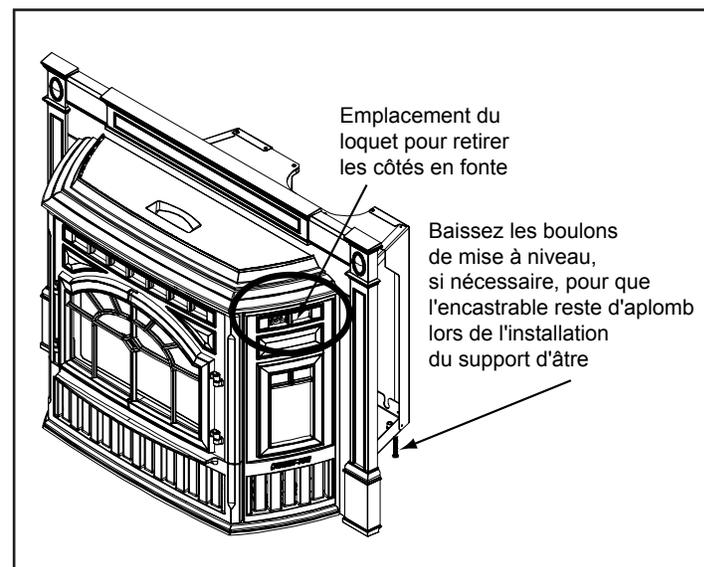

Figure 20.4 - Représenté avec l'ensemble de panneaux en fonte
7. Placez le support de foyer assemblé sous l'encastrable. Baissez les boulons de mise à niveau si nécessaire afin que l'encastrable soit bien de niveau. **Figure 20.4.**
1. Il y a un loquet à l'arrière du côté en fonte, au milieu de l'ouverture supérieure du côté en fonte, comme indiqué dans **figure 20.4.**
8. Retirez les deux côtés droit et gauche en fonte de l'encastrable. **Veillez vous référer à la figure 20.4 à la page 20.1.**
3. Retirez les 2 côtés en fonte et faites glisser la finition assemblée par dessus l'ensemble de panneaux assemblés. **Veillez vous référer à la figure 20.4 à la page 20.**